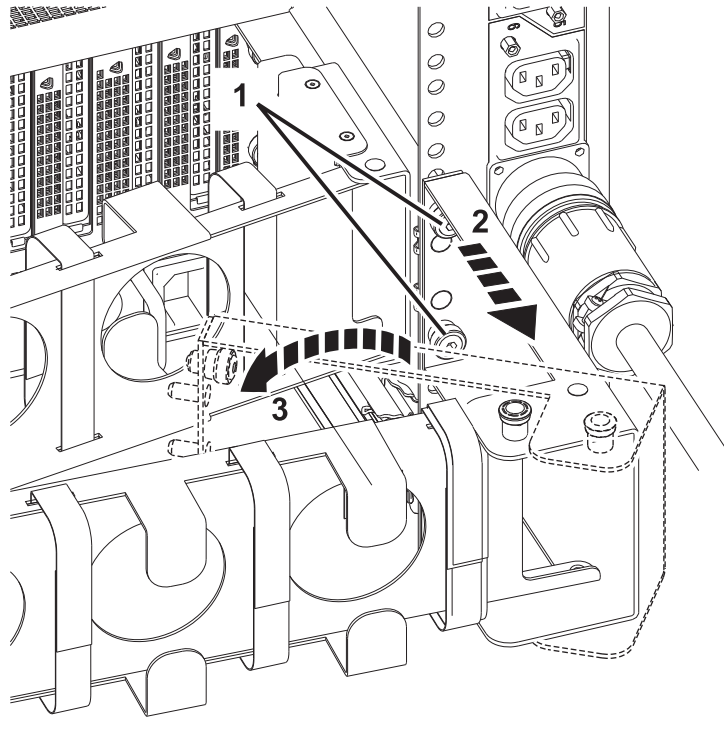

図 23. フル搭載システムでの電源コードのあそびを作るためのステップ
- b. ラックの後部から、頭ねじ (1) を緩めます (取り外さないでください)。32 ページの図 23 を参照してください。
- c. ケーブル管理アーム・ブラケットを手前に引きます (2)。32 ページの図 23 を参照してください。
- d. ケーブル管理アーム・ブラケットを手前に倒して、あそびを作ります (3)。32 ページの図 23 を参照してください。